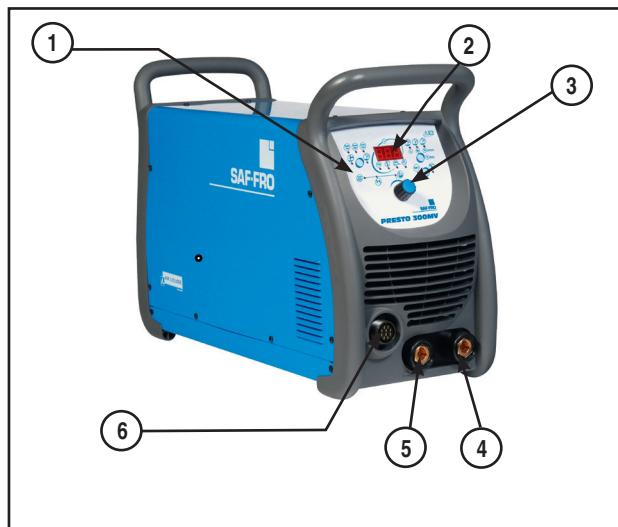
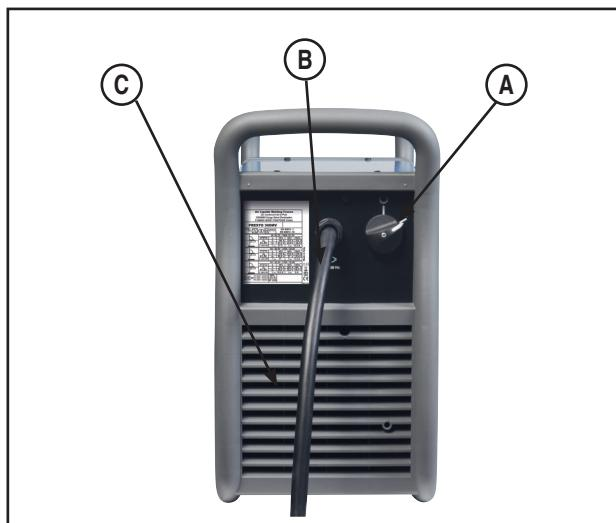
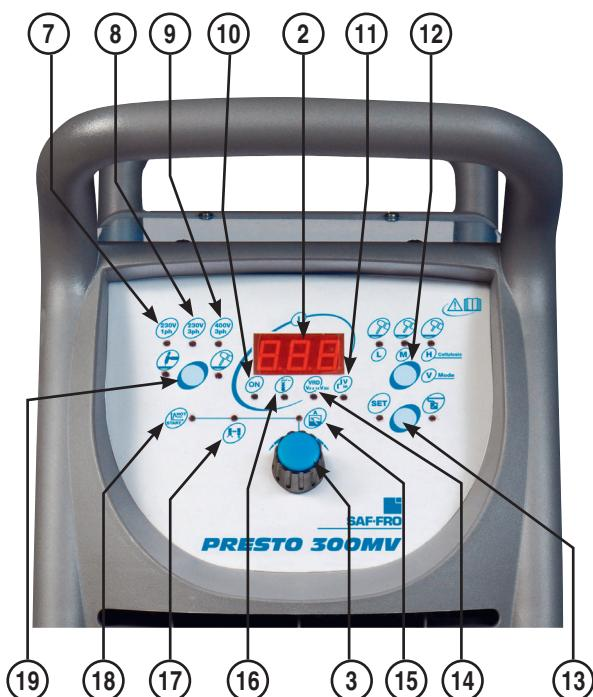

Fig. 2
Fig. 3
Fig. 8
- C. Ventilator de răcire: agregatul dispune de un circuit F.A.N. (Fan As Needed – ventilare la nevoie) integrat, care PORNEȘTE și OPREȘTE automat ventilatorul. Această caracteristică reduce cantitatea de murdărie care poate fi introdusă în agregat și reduce consumul de curent. Când agregatul este PORNIT (poz. A - fig. 3) ventilatorul PORNEȘTE. Ventilatorul va continua să funcționeze ori de câte ori agregatul sudează. Dacă agregatul nu sudează într-un interval de peste cinci minute, ventilatorul se OPREȘTE.
- a. Pentru electrozi tip bară DCEP (Direct Current Electrode Positive – curent continuu cu electrod pozitiv), conectați cablul portelectrodului la borna de ieșire pentru sudare pozitivă (poz. 4 – fig. 2).
- a. Pentru electrozi tip bară DCEP (Direct Current Electrode Positive – curent continuu cu electrod pozitiv), conectați cablul de lucru la borna de ieșire pentru sudare negativă (poz. 5 – fig. 2) și clema cât mai aproape de zona de sudare.
8. **PORNITI** agregatul (poz. A – fig. 3) și selectați modul de sudare cu electrod (poz. 19 – fig. 8).
13. Pentru a utiliza telecomanda: conectați conectorul telecomenziilor la bucșa cu 10 pini de pe panoul frontal (poz. 6 – fig. 2) și activați-l cu tasta (poz. 13 – fig. 8). În această situație, curentul poate fi reglat independent de reglajul efectuat la agregat, însă atenție: curentul de sudare maxim reglat prin telecomandă depinde de valoarea reglată la panoul frontal cu butonul de comandă al codificatorului (poz. 3 – fig. 8).
4. Conectați cablul de lucru la borna de ieșire pozitivă (poz. 4 – fig. 2) și clema cât mai aproape de zona de sudare.
5. Conectați cablul becului de sudare la borna de ieșire negativă (poz. 5 – fig. 2) și instalați pe becul de sudare electrodul și duza de gaz necesare (verificați starea electrodului infuzibil).
- 8. PORNITI agregatul (poz. A – fig. 3). Agregatul va porni cu aceeași configurație a parametrilor reglată anterior.**
9. Selectați modul de sudare TIG LIFT (poz. 19 – fig. 8).
11. Presetați curențul de sudare într-un domeniu cuprins între valorile minimă și maximă disponibile (valoarea sa depinde de tensiunea de alimentare disponibilă în zonă și de procesul de sudare) folosind butonul de comandă al codificatorului (poz. 3 – fig. 8)
12. Pentru a utiliza telecomanda: conectați conectorul telecomenții la bucașa cu 10 pini de pe panoul frontal (poz. 6 – fig. 2) și activați-l cu tasta (poz. 13 – fig. 8). În această situație, curențul poate fi reglat independent de reglajul efectuat la agregat, exceptând curențul de sudare maxim, care va fi reglat cu butonul de comandă al codificatorului (poz. 3 – fig. 8).
INTERFAȚA CU UTILIZATORUL (HI) este amplasată pe panoul frontal al agregatului (poz. 1 – fig. 2) și reprezintă creierul agregatului.
IMPORTANT: CÂND AGREGATUL ESTE ALIMENTAT ELECTRIC (POZ. A – FIG. 3) SE APRINDE LED-UL VERDE DE ALIMENTARE (POZ. 10 – FIG. 8) ÎN COMBINATIE CU UNUL DINTELE LED-URILE TENSIUNII DE ALIMENTARE (POZ. 7, 8, 9 – FIG. 8), PENTRU A INDICA PARAMETRII ALIMENTĂRII ELECTRICE CONECTATE LA AGREGAT.
Sunt disponibile următoarele presetări și indicatori (vezi fig. 8):
Poz. 15 Cu LED-ul roșu aprins, folosiți butonul de comandă al codificatorului pentru a regla curentul de sudare. Ampermetrul (poz. 2) afișează valoarea presezață și amperajul în timpul sudării. LED-ul curentului de sudare (poz. 15 – fig. 8) este APRINS în mod normal; el este STINS numai atunci când este activată funcția Hot Start sau Arc Force.